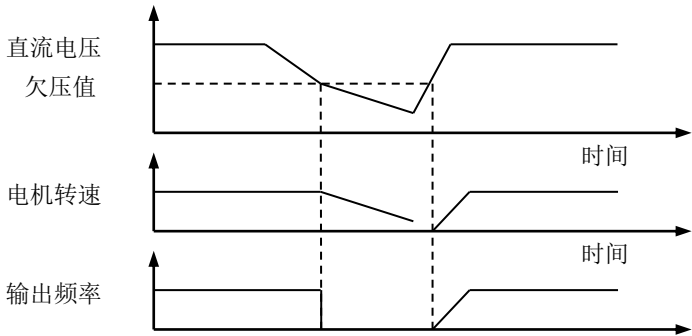

图 6-16 电恢复时频率从零起动
- 1：复电后，当变频器检测到直流母线电压高于欠压保护值后，输出频率将从 0Hz 加速到设定频率。如图 6-16 所示。